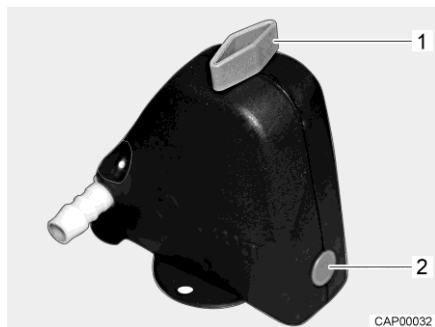
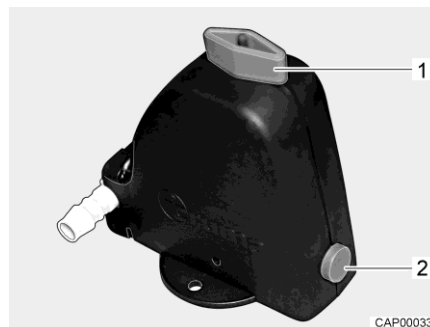

Fig. 97 Valve de sécurité et de vidange fermée
Fig. 98 Valve de sécurité et de vidange ouverte
- Ouvrir la valve de sécurité et de vidange (Fig. 97). Tourner le bouton rotatif (Fig. 97,1) dans le sens longitudinal par rapport à la valve de sécurité et de vidange. Le bouton-poussoir (Fig. 97,2) ressort. La valve de sécurité et de vidange ouverte est représentée à la Fig. 98.